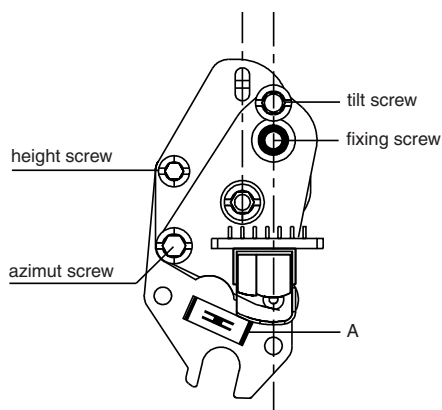

Figura 10-4
Quite el muelle de fijación (A) ( ver figura 10-4 )